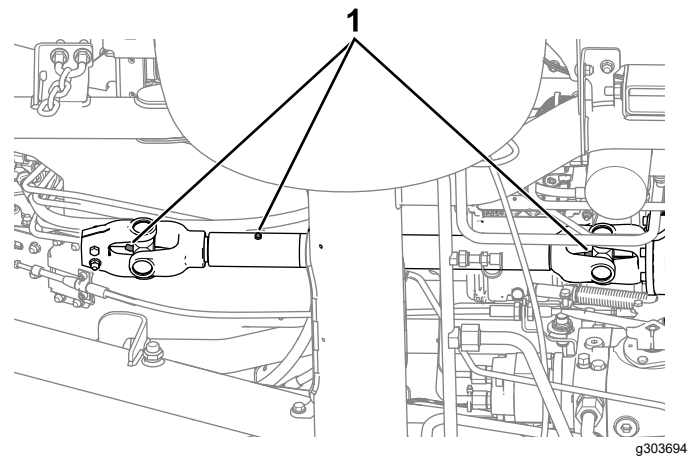

Figura 44
- Árbol de transmisión de la toma de fuerza (Figura 44)